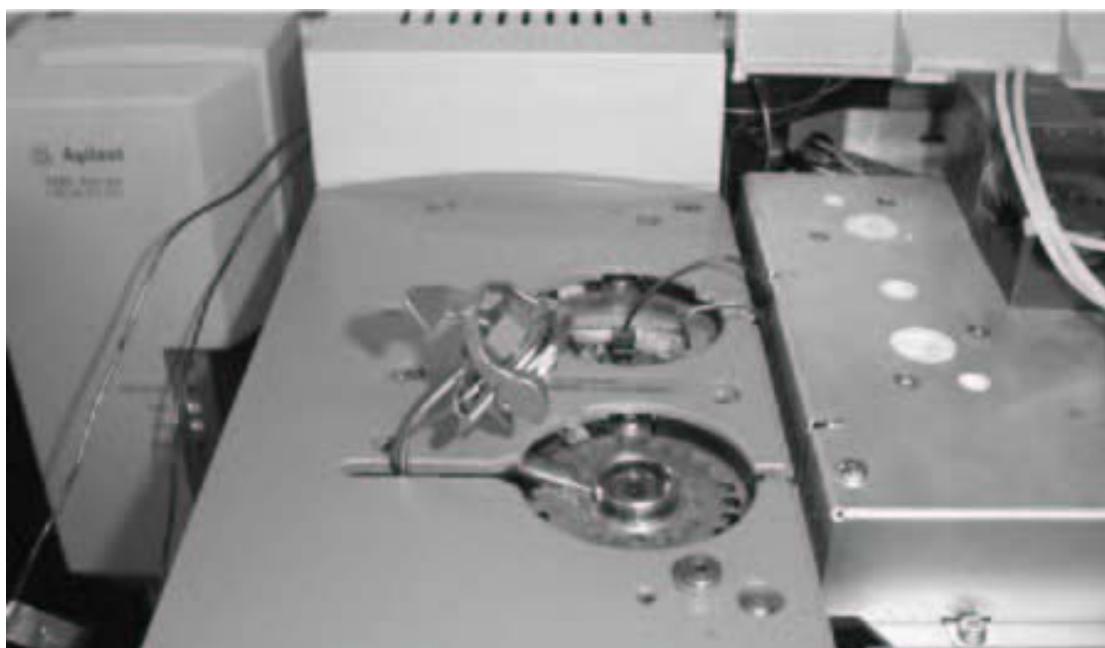

図4 レバーアームアセンブリの位置
- 7 図4に示されるように、フリップトップを、注入口ガスウェルドメント（gas weldment）上にレバーアームアセンブリをセットします。スペーサ・リングが下向きに向けられているのを確認します。